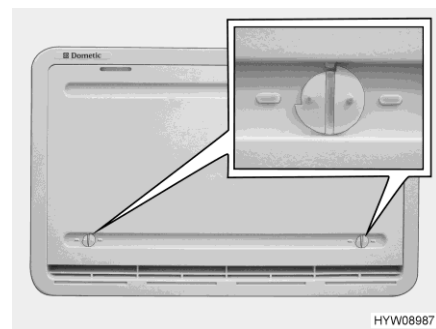

Fig. 142 Cubierta de invierno (rejilla de ventilación del frigorífico)
La cubierta de invierno (Fig. 142) protege el grupo de refrigeración de aire frío. Colocar cubiertas de invierno delante de ambas rejillas de ventilación del frigorífico si la temperatura exterior cae por debajo de +10 °C (tanto en caso de funcionamiento a gas como en caso de funcionamiento con electricidad).
- Abrir ambos bloqueos (Fig. 142) (la ranura está en posición horizontal).